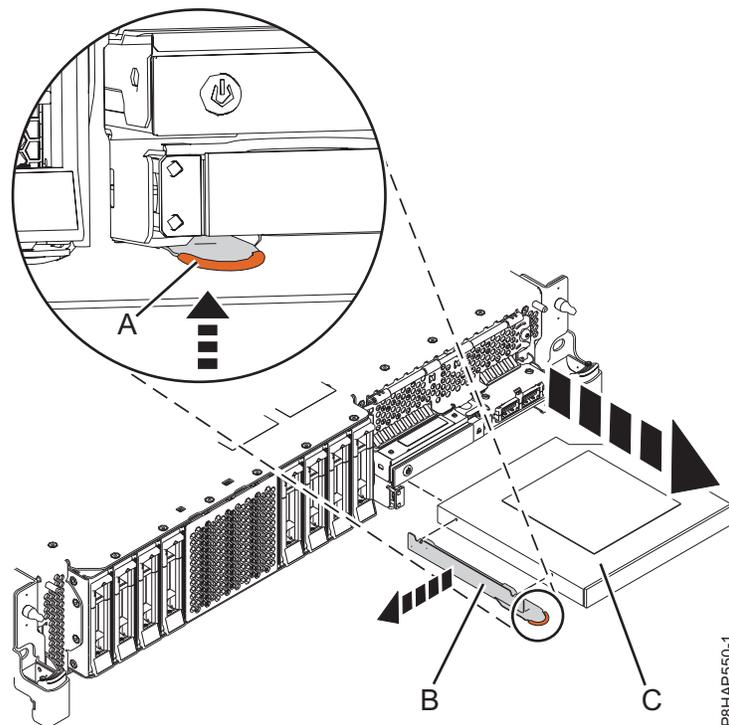
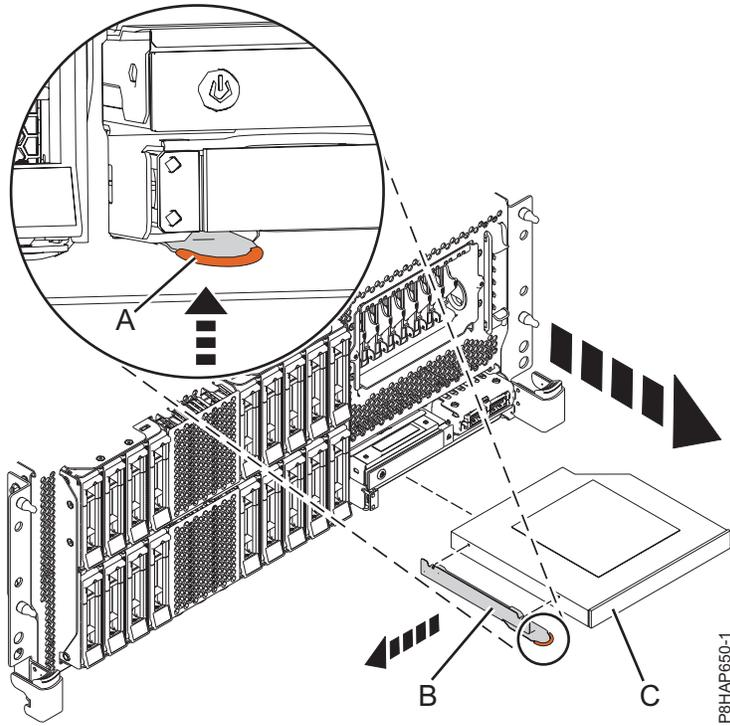
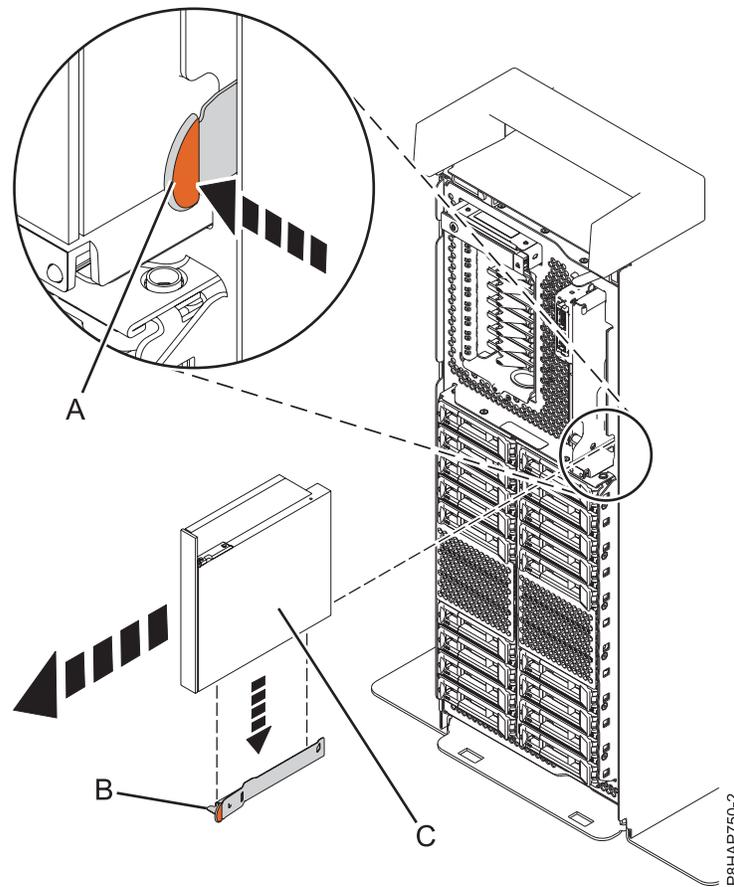

Abbildung 23. Flache Einheit für austauschbare Datenträger ausbauen - System 5148-21L, 5148-22L, 8247-21L, 8247-22L, 8284-21A oder 8284-22A
Abbildung 24. Flache Einheit für austauschbare Datenträger ausbauen - Einschubsystem 8247-42L, 8286-41A oder 8286-42A
Abbildung 25. Flache Einheit für austauschbare Datenträger ausbauen - eigenständiges System
Für ein System vom Typ 5148-21L, 5148-22L, 8247-21L, 8247-22L, 8284-21A oder 8284-22A gilt Abb. 23, für ein Einschubsystem vom Typ 8247-42L, 8286-41A oder 8286-42A gilt Abb. 24 auf Seite 34 und für ein eigenständiges System vom Typ 8286-41A gilt Abb. 25 auf Seite 35.
3. Ziehen Sie die flache Einheit für austauschbare Datenträger (C) in der Richtung aus dem System, die in Abb. 23 auf Seite 33, Abb. 24 auf Seite 34 oder Abb. 25 dargestellt ist.
4. Wenn Sie die flache Einheit für austauschbare Datenträger im Rahmen einer anderen Serviceprozedur ausbauen, bauen Sie die Halterung (B) nicht aus der flachen Einheit für austauschbare Datenträger aus.
5. Wenn Sie die fehlerhafte flache Einheit für austauschbare Datenträger ausbauen und durch eine neue flache Einheit für austauschbare Datenträger ersetzen, müssen Sie die Halterung (B) ausbauen, damit diese mit der neuen Einheit für austauschbare Datenträger verwendet werden kann. Halten Sie zum Ausbau der Halterung den terrakottafarbenen Kontaktpunkt fest und ziehen Sie die Halterung aus der Einheit für austauschbare Datenträger heraus; siehe Darstellung in Abb. 23 auf Seite 33, Abb. 24 auf Seite 34 oder Abb. 25.
6. Bewahren Sie die Halterung (B) an einem sicheren Ort auf.